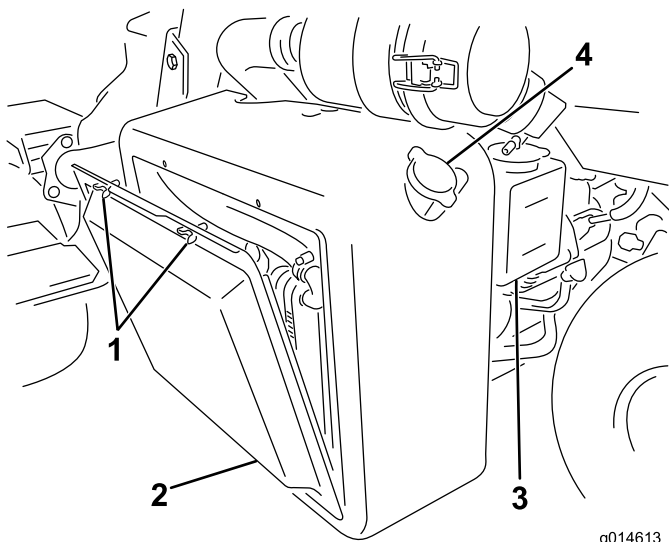
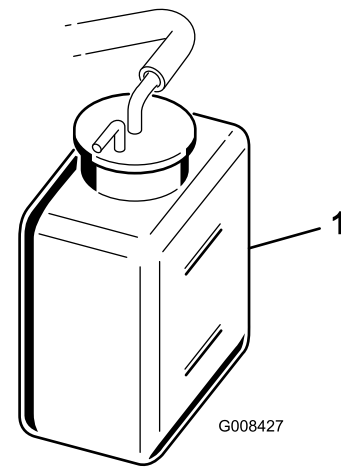

Figura 38
Figura 39
1. Retire o painel do radiador (Figura 38).
2. Verifique o nível do líquido de arrefecimento do motor (Figura 38 e Figura 39).